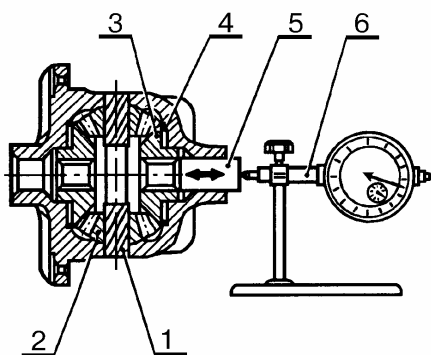

Рис.18.
6.11.5 Проверить осевой зазор шестерен полуосей, рис.18: